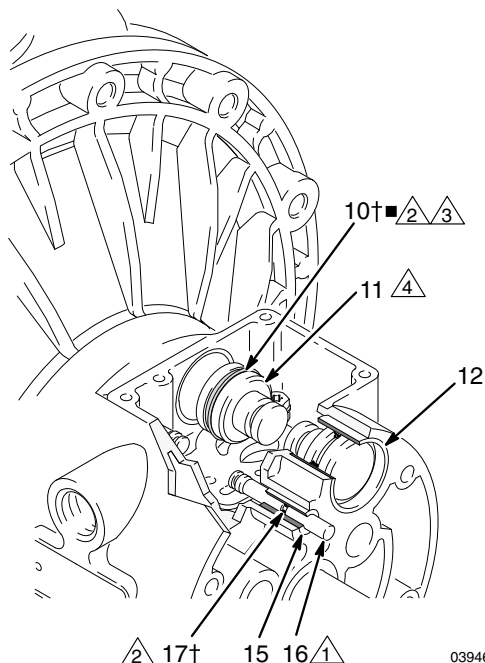

Fig. 8
4. Estrarre i due pistoni degli attuatori (11) al di fuori dei cuscinetti (12). Rimuovere i premiguarnizioni a U (10) dai pistoni. Estrarre gli spinotti guida (16) dai cuscinetti (15). Rimuovere gli anelli di tenuta (17) dagli spinotti guida. Consultare Fig. 8.
6. Verificare che i cuscinetti (12, 15) siano in posizione. Consultare Fig. 8. I cuscinetti sono rastremati e, se danneggiati, vanno rimossi dall'esterno. Questo richiede lo smontaggio della sezione con il fluido. Vedere la pagina 22.
4. Installare un o-ring (17†■) su ciascun pin guida (16). Ingrassare pin e o-ring. Inserire gli spinotti nei cuscinetti (15), con il lato **stretto** prima. Consultare FIG. 8.
5. Installare una guarnizione a U (10†■) su ciascun pistone dell'attuatore (11), in modo che i bordi della guarnizione si trovino di fronte alla parte **ristretta** dei pistoni. Consultare FIG. 8.
6. Lubrificare le guarnizioni a U (10†■) e i pistoni dell'attuatore (11). Inserire i pistoni dell'attuatore nei cuscinetti (12), con il lato **largo** prima. Lasciare il lato stretto dei pistoni visibile. Consultare FIG. 8.